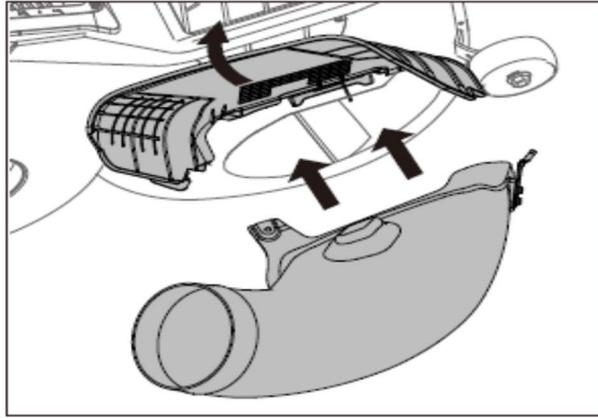

Fig. 9F
6. Levante el conducto de descarga lateral fuera del camino, inserte el tubo de salida de hierba en la cubierta (Fig. 9F).